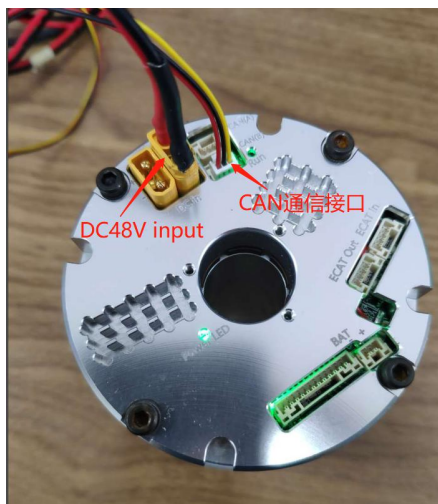

图 8-1 CAN 接线
Step1: 如图 8-1，安装有上位机软件 (ZeroErrServo.exe) 的电脑，通过调试器 (USBtoCAN) 连接 eRob 的 CAN 通信接口，然后给 eRob 提供正确电源。